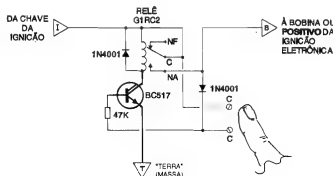

Fig.1
- FIG. 1 - DIAGRAMA ESQUEMÁTICO DO CIRCUITO - Todo o "truque" se resume na inserção, após a chave convencional de ignição (no percurso da alimentação positiva de 12 VCC ao sistema de partida e ignição, não importando se esta é do tipo "normal" ou eletrônico...) de um par de contatos NA (Normalmente Aberto) de um relé comum (capaz de manejar confortavelmente cerca de 10A, Corrente suficiente para a finalidade...). Dessa forma, apenas quando já foi efetuado o primeiro "meio giro" da chave de ignição (ligação do sistema elétrico geral do carro...), o tal contato Normalmente Aberto poderá ser "fechado", a partir do toque de um dedo sobre os pontos metálicos "C-C"... Nesse momento, a pequena Corrente que transita pela Resistência da pele do operador, e também através do resistor de 47K, torna-se suficiente para polarizar o poderoso (em termos de ganho...) transistor Darlington BC517, levando-o à saturação, com o que sua Corrente de coletor poderá energizar a bobina do referido relé (o "velho" diodo em "anti-paralelo" com a dita bobina, protege o transistor contra "chutes" de Tensão ocorridos nos momentos de chaveamento...). Uma vez fechados os contatos NA, o setor de partida e ignição do carro torna-se operacional, enquanto que o segundo diodo (1N4001) se encarrega de manter o BC517 polarizado (via resistor de 47K), assegurando a permanência da energia, até que a chave convencional de ignição seja desligada, retornando todo o sistema ao ponto "zero"!